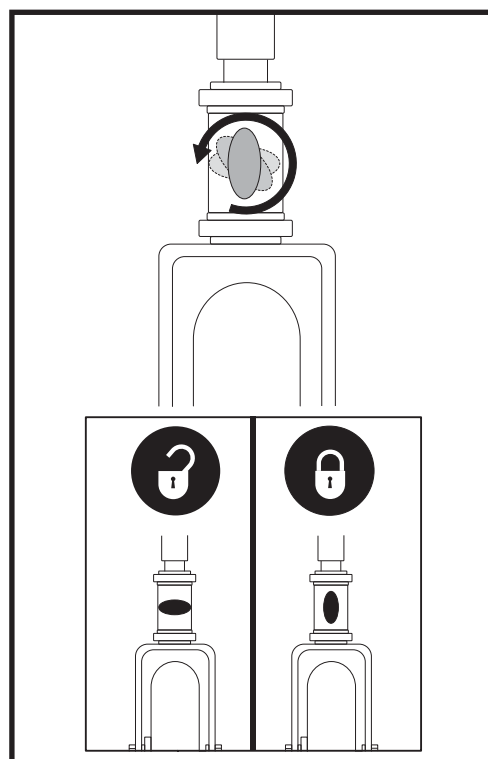

Figure 22. Bouton de verrouillage du guidon (Seulement le Modèle 104)
1. Retirez la clé du contact. Pour les modèle 104, pour bloquer le guidon en ligne droite, pesez sur le bouton et tournez-le 90° dans le sens des aiguilles d'une montre. **Voir la figure 22.** La roue avant doit faire face à l'avant afin de pouvoir bloquer le guidon.